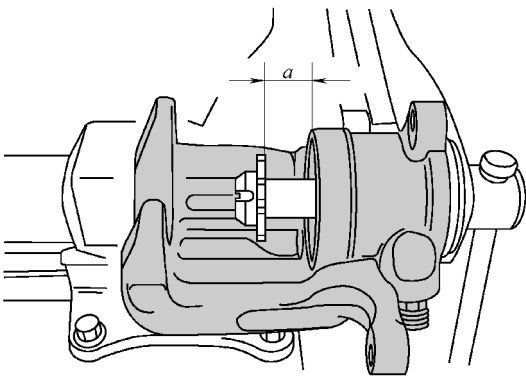

图 3-2-56 将压紧螺母旋入到尺寸 $a = 15\text{mm}$
(1) 将新的密封圈装入制动钳，将新的护罩套到制动器活塞上。
(2) 将压紧螺栓旋入到尺寸 $a = 15\text{mm}$ ，如图 3-2-56 所示。